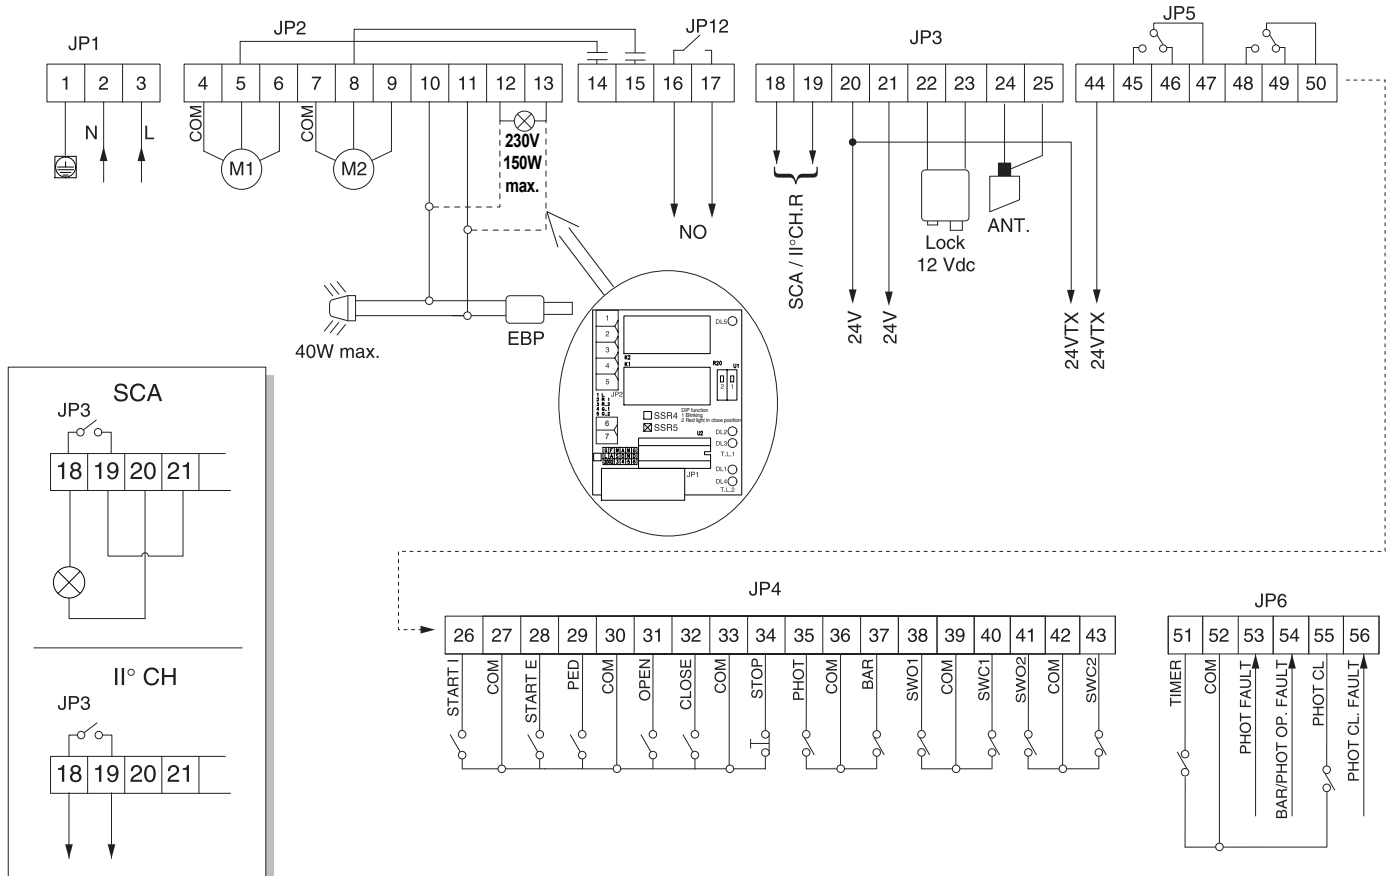

Fig. 4
15) PLACA SEMÁFORO / PRÉ-AQUECIMENTO DOS MOTORES SSR5 (Fig.4)
15.4) Ligações na placa de bornes SSR5 (Fig.4)
15.6) Led de sinalização presentes na placa (Fig.4)